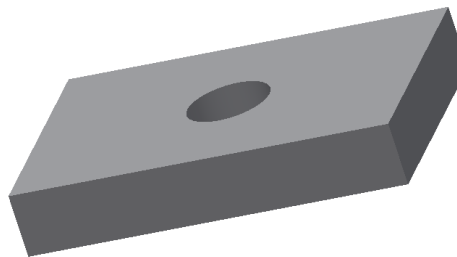

Рис. 3.14. Вторая пластина
4. Нажмите кнопку «*ОК*», чтобы принять значения и закрыть диалоговое окно. Также можно нажать кнопку «*Отмена*», чтобы закрыть диалоговое окно без сохранения изменений (рис. 3.14).